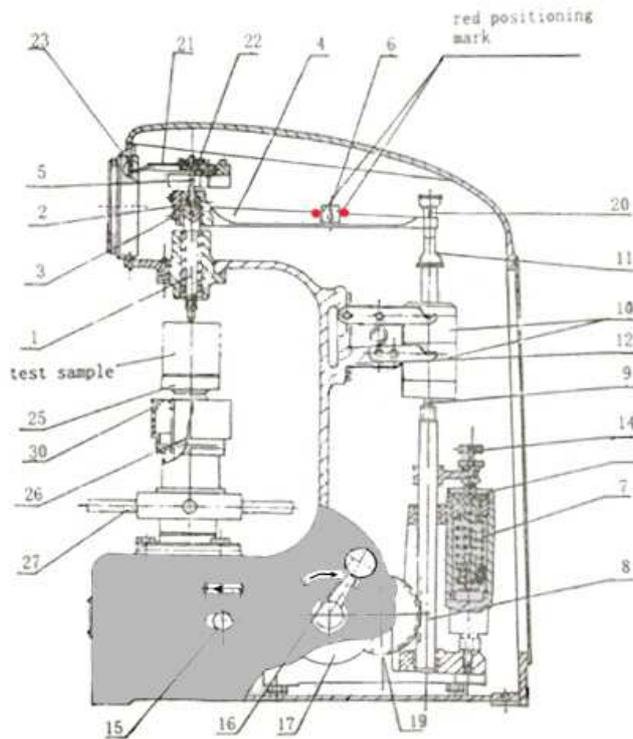

Figure 2
G. Retirez la protection (Pièce n° 30 dans la **Figure 2**), nettoyez l'arbre fileté avec du kérosène pour retirer l'huile antirouille, puis ajoutez de la graisse et remplacez la protection de l'arbre fileté.
- H. Nettoyez le plateau de travail (Pièce n° 25, choisissez en un des trois selon la pièce à tester) emballé dans la boîte d'accessoires et mettez-le en haut de l'arbre fileté (Pièce n° 30, **Figure 2**). Réglez l'horizontalité de l'appareil pour essais de dureté à 0,2/1000 à l'aide d'un niveau de précision placé sur le plateau de travail.
- I. Vérifiez que le bloc de réglage (Pièce n° 6, **Figure 2**) se trouve bien entre deux marques rouges. Si cela n'est pas le cas, remplacez-le à la bonne position. Puis remplacez le capot et la protection arrière pour passer à l'étape suivante.
- A. Retirez un bloc standard portant la mention HRC entre 40-50 de la boîte d'accessoires. Le bloc a deux surfaces, l'une porte les données de dureté qui est la surface de mesure, l'autre est la surface inférieure et ne peut pas être mesurée. Nettoyez ces deux surfaces et mettez-les sur le plateau de travail comme échantillon d'essai conformément à la **Figure 2**.
B. Graissez régulièrement la surface de contact de la vis (Pièce n° 26) et du volant (Pièce n° 27, **Figure 2**).
C. Avant d'utiliser l'appareil d'essai, nettoyez le haut de la vis (Pièce n° 26, **Figure 2**) et l'extrémité supérieure de l'enclume.
1) Retirez le plateau de travail (Pièce n° 27) et vérifiez si sa surface en contact avec la vis (Pièce n° 26, **Figure 2**) est propre ou non.
E. Lors de l'application de la force d'essai principale, l'aiguille tourne très vite au départ et ensuite doucement, cela signifie qu'il n'y a pas suffisamment d'huile dans le piston. Dans ce cas, soulevez la protection en haut du piston (Pièce n° 7, **Figure 2**), mettez de l'huile et poussez et tirez les manettes (Pièces n° 15, 16, figure 2) à plusieurs reprises pour que le piston soit plein.